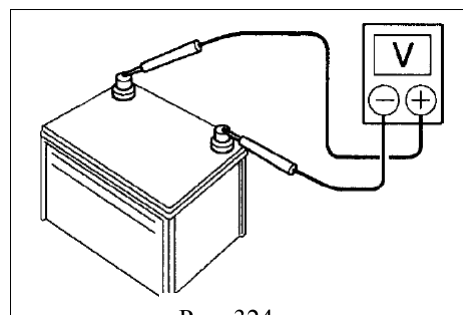

Рис. 324
(1) После вождения автомобиля и до истечения 20 минут после остановки двигателя, поверните переключатель зажигания в положение ON (ВКЛЮЧЕНО) и включите электрическую систему автомобиля (фары, обдув двигателя) на 60 секунд для удаления поверхностного заряда.
(2) Поверните переключатель зажигания в положение OFF (ВЫКЛЮЧЕНО), и выключите электрические системы. Измерьте выдаваемое батареей напряжение между положительной и отрицательной клеммами(рис. 324).